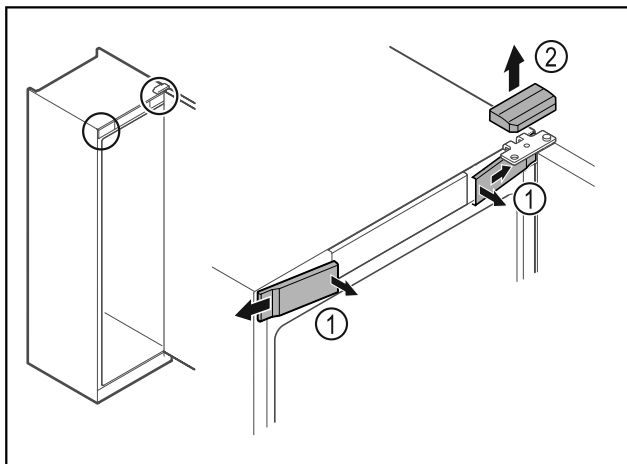

Fig. 8 *
▶ Передние крышки Fig. 8 (1) освободите от фиксации с внутренней стороны и отведите в сторону.*
▶ Движением вверх снимите верхнюю крышку Fig. 8 (2).*